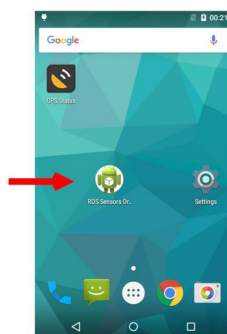

Figura 5.2: La aplicación *ROS Sensor Driver* en el móvil
7. En el móvil, iniciar la *app ROS Sensor Driver* y pulsar el botón *Connect* (ver Figura 5.2).